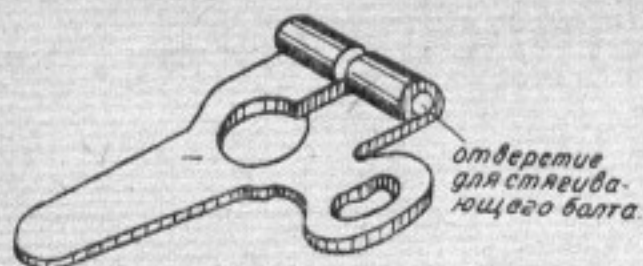

Рис. 3. Установочный рычаг прерывателя-распределителя типа ИГЦ автомобиля ЗИС-5
5. Ослабить винт установочного рычага (рис. 3).